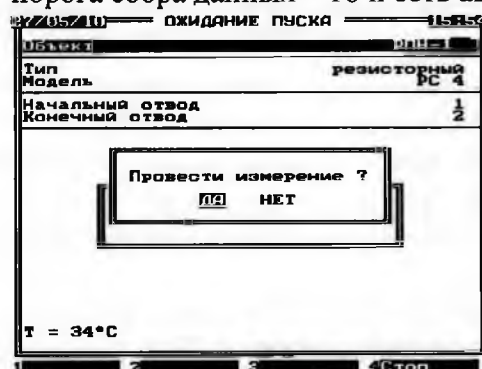
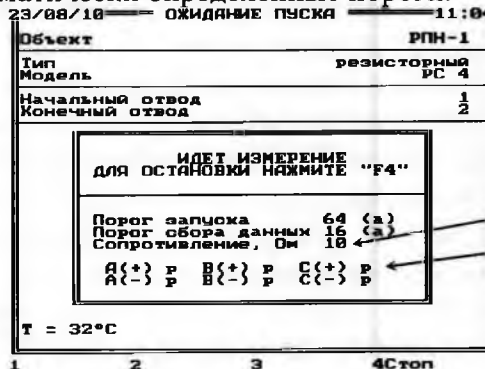

Рис. 11.22
Рис. 11.23
11.6.1. Нажать кнопку ПУСК прибора. На экране появится запрос подтверждения пуска (рис.11.22). Кнопками → и ← Выбрать Да и нажать ВВОД. На экране появится сообщение о том, что идёт измерение (рис.11.23). Символ «(а)» напротив значения порога указывает на то, что включен режим автоматического определения порогов, а значения порога запуска - 64 и порога сбора данных - 16 и есть автоматически определенные пороги.